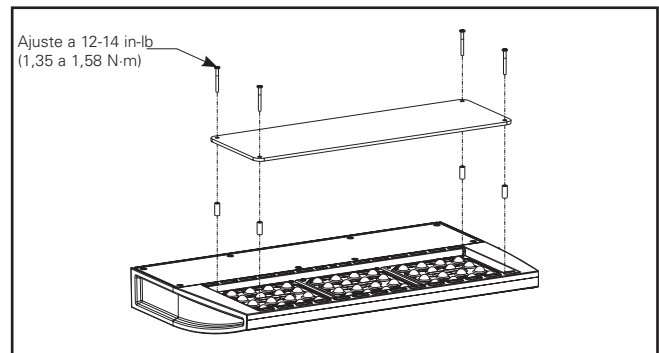

Figura 12.
1. Afloje y quite los (4) tornillos de 8-32 existentes de la parte frontal del luminario (Figura 12).
2. Alinee los (4) separadores de 7/8 in de largo con los orificios existentes (4).
3. Utilice los (4) tornillos de 8-32 x 1-1/2 in para sujetar la pantalla antivandalismo a la parte superior del luminario.